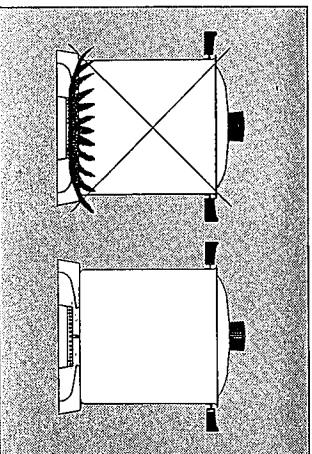

Fig. 2
- Il faut utiliser des casseroles adéquates à chaque brûleur (voir le tableau et la fig. 2).